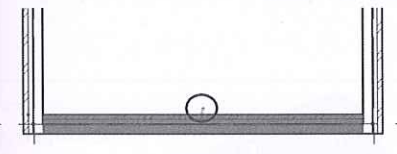

Figura 5.88 – Alteração do lado do desenho da parede.
2. Para alterar os lados interno/externo, clique no ícone das setas que representa o lado externo, como mostra a Figura 5.88, ou aperte a barra de espaços do teclado. Mesmo durante o desenho das paredes você pode usar a barra de espaço para inverter o lado da parede.